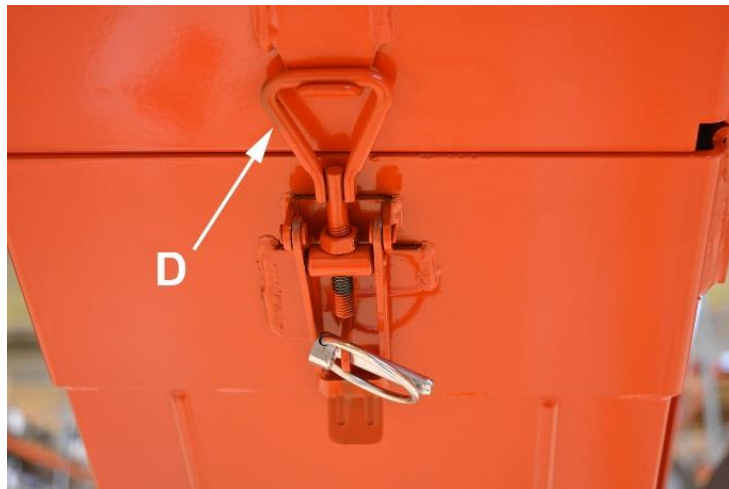

Abb. 4d.
2. Geben Sie Verriegelung D (Abb. 4d) frei und senken Sie den Förderer mit einer Winde in die unterste Stellung.